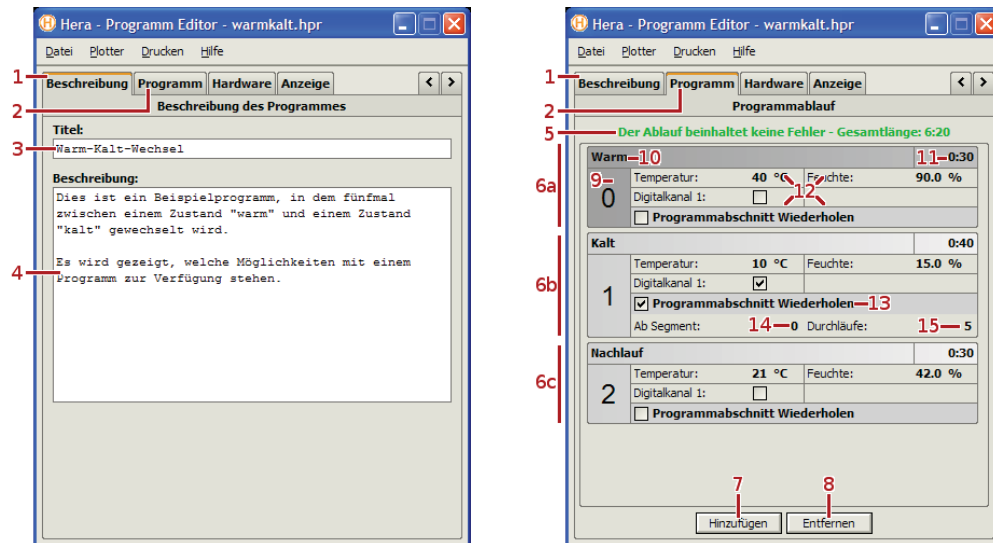

Abbildung 4.2.: Programm-Editor mit den zwei Seiten BESCHREIBUNG (l.) und PROGRAMM
Es können beliebig viele Programmschritte erstellt werden. In Abbildung 4.2 sind drei Schritte angelegt (6a bis 6c). Jeder Schritt trägt eine Segmentnummer (9), die automatisch vergeben wird, sowie einen vom Benutzer änderbaren Namen (10).